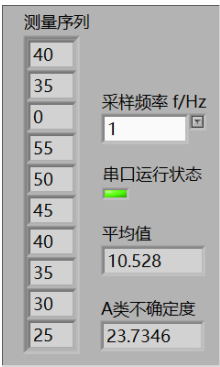

图 3-1 测量序列
- 3、利用调用子 VI 计算出其测量对应的平均值及不确定度，如图 3-1 所示。